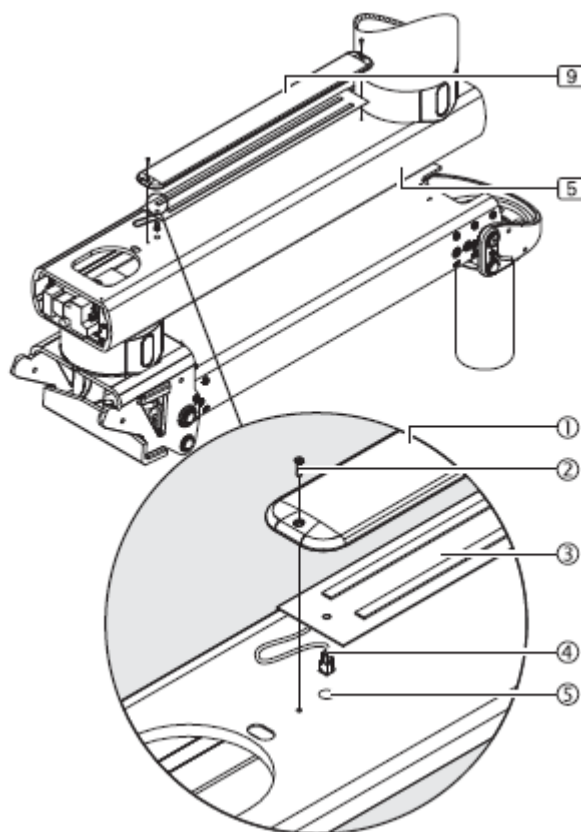

Fig. 39 Installation du module d'éclairage indirect
L'éclairage indirect (9) du bras d'extension (5) (longueurs de 800 mm et 1000 mm pour le modèle XL) est monté sur la partie supérieure du bras. La figure 39 montre une représentation simplifiée avec seulement le bras d'extension et le bras compensé (5) sans câbles pré-assemblés.
- Faites passer le câble de connexion (4) du support de base avec LED (3) par l'ouverture de montage (5) jusqu'au bras d'extension sans le plier.
- Placez le couvercle (1) sur le support de base avec LED (3) et vissez-le avec 2 vis à tête fraisée M4 x 16 mm (2) - DIN EN ISO 10642.
- Vérifiez que l'éclairage du bras d'extension (9) est correctement positionné et au niveau du bras d'extension, que le câble de connexion (4) est sur le bras d'extension et que les vis sont bien serrées.